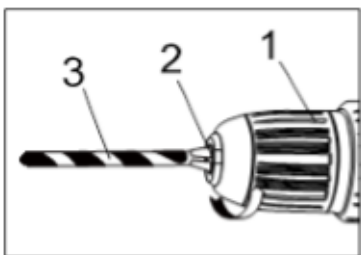

Fig 1
Gire el mango del portabrocas (1) en el sentido de las agujas del reloj hasta que el portabrocas (2) quede espaciado de manera uniforme y las mechas/brocas o puntas estén bien sujetas (Fig. 1).